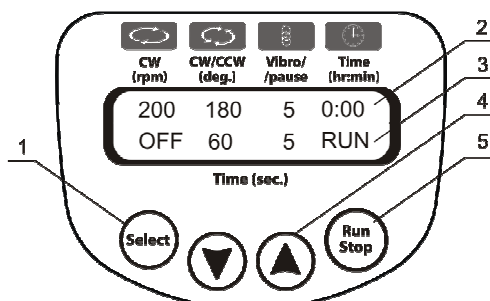

Fig. 3 Pannello di controllo
- 4.5. Premere il tasto **Run/Stop** (fig. 3/5) per avviare il programma.
- 4.6. L'unità comincerà a eseguire il movimento di agitazione e sul display verranno visualizzate le indicazioni corrispondenti (RUN, fig.3/3 e i vari valori di tempo, fig.3/2).
- 4.7. Se il tempo di funzionamento non è impostato e l'indicatore **Time** (fig.3/2) segna 0:00, premendo il tasto **Run/Stop** l'unità verrà avviata in modalità di funzionamento continuo e l'operazione potrà essere interrotta solo premendo nuovamente il tasto **Run\Stop**.
- 4.8. Se il tempo di funzionamento è impostato, l'unità si arresterà allo scadere dell'intervallo di tempo impostato (sul display comparirà l'indicazione lampeggiante STOP - fig.3/3) e un segnale acustico ripetuto indicherà il termine dell'operazione (premere il tasto **Run/Stop** per spegnere il segnale).
- 5.1. Premere il tasto **Select** (Fig.3/1) per selezionare il parametro che si desidera modificare (ogni volta che si preme il tasto **Select** vengono attivati in successione i parametri del ciclo; il parametro attivo lampeggia).
Utilizzare i tasti ▲ e ▼ (Fig.3/4) per impostare il valore desiderato. Per aumentare l'incremento, tenere premuto il tasto per più di 2 secondi.
- 5.6. Il timer generale (fig.3/2) serve per il controllo del tempo di funzionamento. È possibile impostare il timer per un periodo che va da 1 min a 96 ore (con incremento di 1 min).